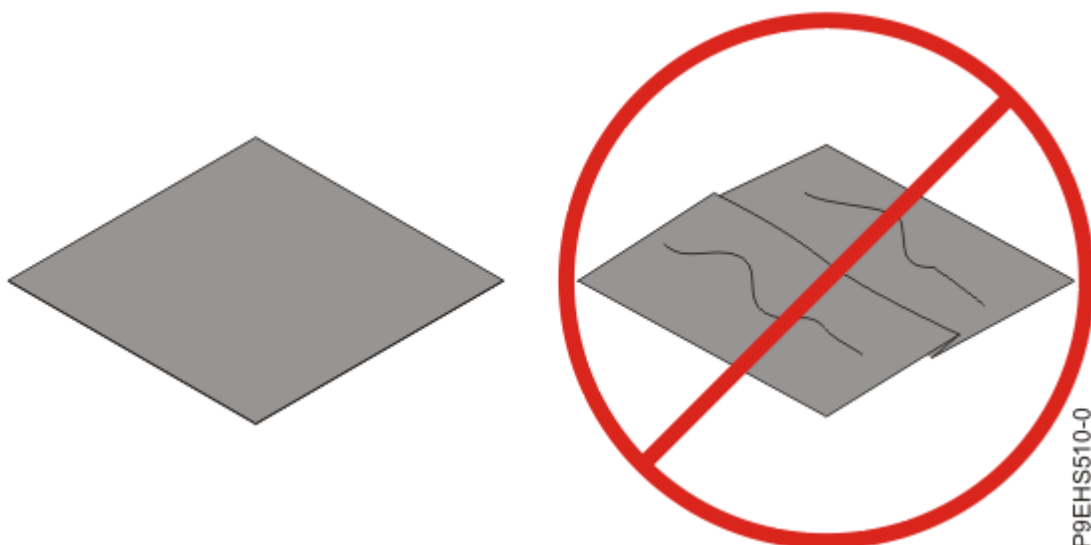

Figura 135. Inspección del material de interfaz térmica
13. Revise el material de interfaz térmica (TIM) por si existen signos visibles de daños, como se muestra en la Figura 135 en la página 152. Si detecta pliegues, arrugas o rasgaduras, o si tiene dudas sobre el TIM, sustitúyalo.